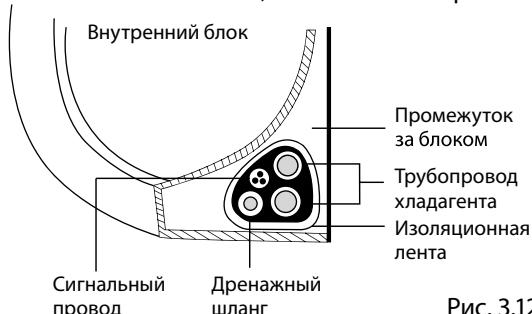

Рис. 3.12
- Обвязите дренажный шланг, трубы хладагента и сигнальный кабель, как показано на рис. 3.12.
- С помощью теплоизолирующей ленты плотно свяжите вместе сигнальный провод, трубы хладагента и дренажный шланг. Повторно проверьте, что комплект связан, как показано на рис. 3.12.